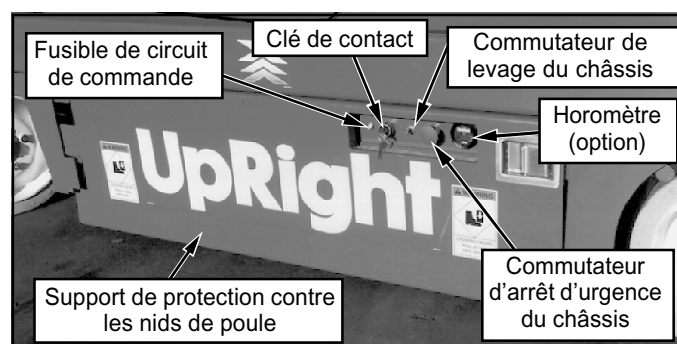

Figure 1 : Châssis, côté gauche
9. Régler les boutons d'arrêt d'urgence du châssis et de la plate-forme sur « ON » (Figures 1 et 2) en tirant sur le bouton pour le faire sortir.
10. Mettre la clé de contact du châssis (Figure 1) sur **CHÂSSIS** (« CHASSIS »).
11. Mettre le commutateur de levage du châssis (Figure 1) en position **HAUT** (« UP ») et élever complètement la plate-forme.